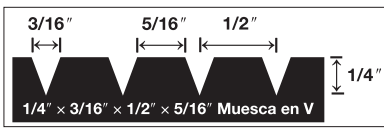

Figura 2
- Lana en V de 1/4" x 1/2" x 3/16" (6 mm x 13 mm x 5 mm) (Figura 2)
- Esparza cantidades suficientes del adhesivo recomendado con la llana recomendada (Figura 2) en un área que se pueda cubrir en 60 minutos (ver la información del adhesivo).